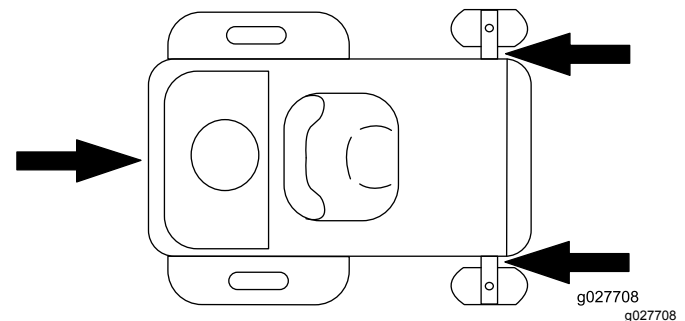

Figure 32
- Arrimez solidement la machine sur la remorque ou le camion à l'aide de sangles, chaînes, câbles ou cordes. Utilisez uniquement les quatre points d'attache désignés de la tondeuse : deux à gauche et deux à droite (Figure 32). Utilisez ces points même pour transporter la tondeuse équipée d'un accessoire. L'utilisation de points non désignés risque d'endommager la tondeuse et/ou l'accessoire.